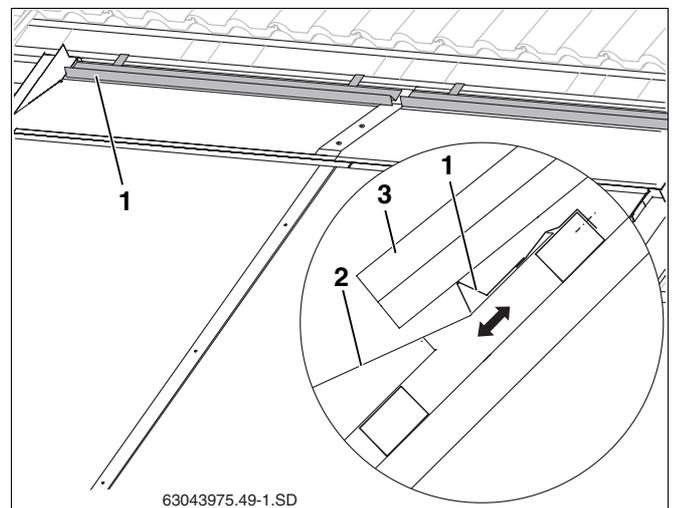

Fig. 60 Disporre e fissare il supporto per coppi
- esso copra la lamiera di copertura (fig. 60, **pos. 2**) nella maniera più ampia possibile, ma senza toccarla, e
- Disporre il supporto per coppi (fig. 60, **pos. 1**) nella posizione calcolata e fissarlo al listello da tetto.
- Appoggiare i coppi tagliati (fig. 60, **pos. 3**).